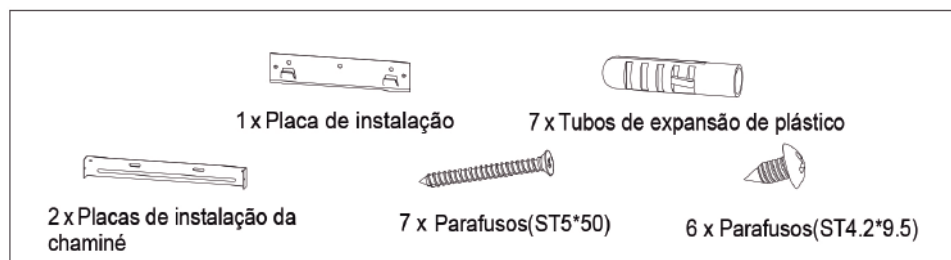

Fig.3
- Acessórios (fig.3). Tipo e quantidade de acessórios estão sujeitos à demanda real.